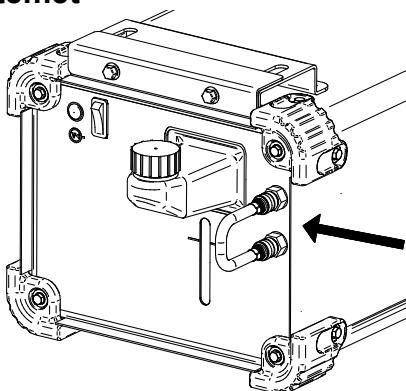

Bild 5.
- Anslut slangen med snabbkopplingen (som monterats på utrustningen) på kylarens inlopp och utlopp (bild 5).